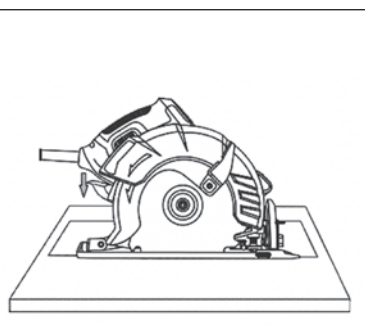

FIG. 12
7. Démarrez la scie et abaissez lentement la lame sur la pièce tout en maintenant le levier de protège-lame vers l'avant pour permettre à la lame de couper la pièce (fig. 12). Laissez la lame couper dans le bois.